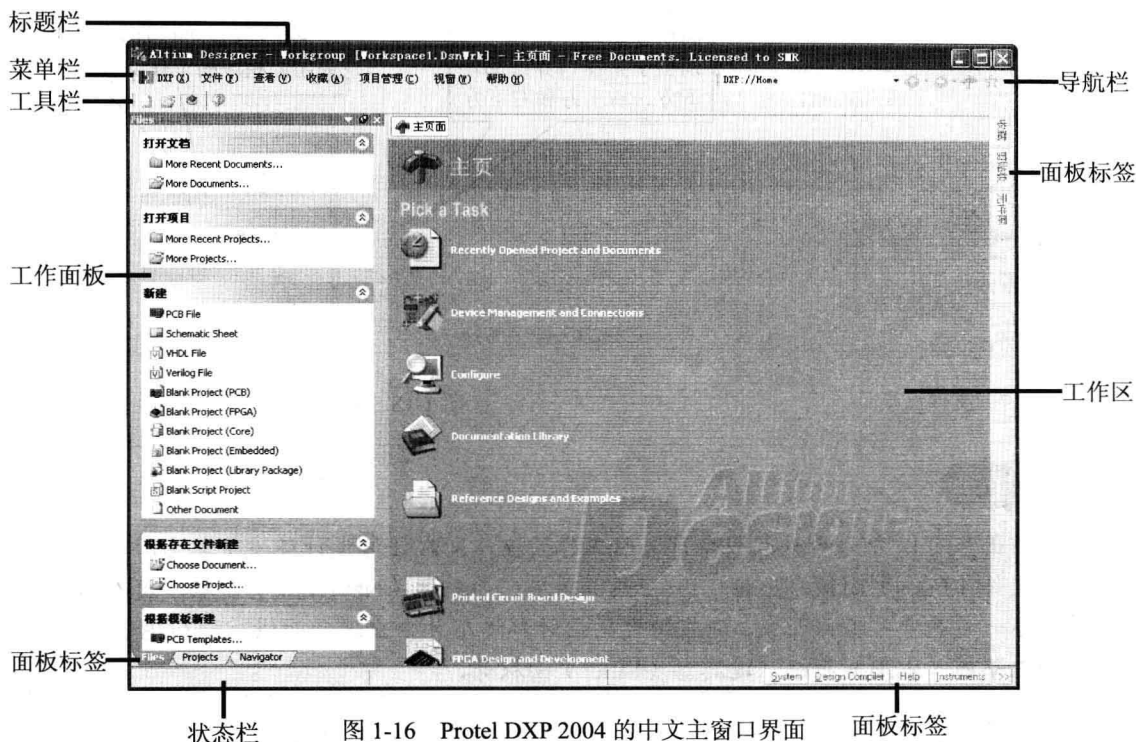

图 1-16 Protel DXP 2004 的中文主窗口界面
**步骤 4** 在 Protel DXP 2004 主窗口中单击右上角的“关闭”按钮, 退出 Protel DXP 2004。然后重新启动软件, 可以看到 Protel DXP 2004 已变成了中文界面, 如图 1-16 所示。其中各组成部分的意义和功能如下。